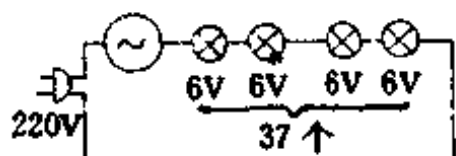
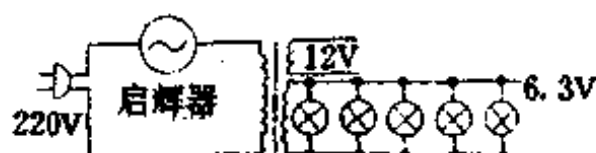

图 1-240
图 1-241
不同瓦数的灯泡, 可得到不同的闪光频率, 使用后仍可在日光灯上正常使用, 要是很多小电珠组成各色图案时, 希望小电珠闪闪发光, 可先将全部小电珠串联, 然后再与日光灯启辉器串联如图 1-240 所示。图中串联小电珠个数应按下式计算: 小电珠个数 = $220V \div$ 每个电珠的工作电压 (V)。比如: 用 2.5V 电珠时, 就要用 88 个 (即 $220 \div 2.5 = 88$), 而用 6V 指示灯时, 只需 37 个。但小电珠个数不能少于上述数值, 否则接入电源后, 会烧坏小电珠。采用这种电路时烧坏的只是一个电珠, 其它电珠则不亮, 为使小电珠数目任意增减, 倘若烧坏 1 个电珠, 不影响其它电珠正常闪光, 可采用并联电路如图 1-241 所示, 日光灯整流器可用电铃, 收音机的电源变压器, 如用 12V 小电珠时, 小电珠应并联在变压器 12V 绕组两端。